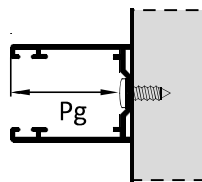

Fig. 4
2. Verificare che le guide laterali siano fissate in modo ottimale alla muratura e che le teste delle viti di fissaggio non sporgano all'interno della guida (**vedi fig. 4**).
3. Rimuovere il rullo avvolgitore dal cassonetto. Misurare il diametro del *rullo avvolgitore* (5), verificare che sia $\varnothing 60$ mm oppure $\varnothing 70$ mm e che il suo spessore sia idoneo a supportare il peso del telo frangisole senza subire flessioni. Verificare inoltre che la staffa motore e la staffa cuscinetto (con relativi fissaggi) siano idonee e correttamente dimensionate a supportare il peso del sistema.